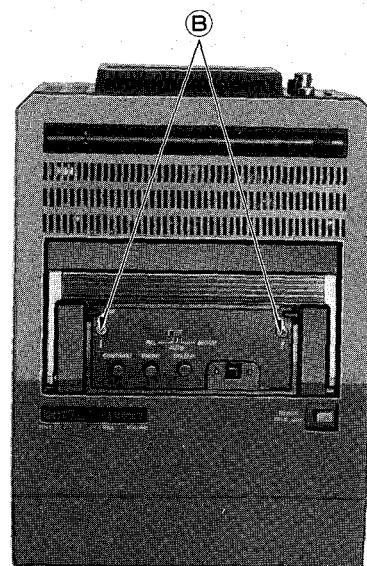

Fig. 2 Abb. 2
1. Remove 2 screws (B) as shown in fig. 2.
1. Die 2 Schrauben (B) entfernen, wie in Abb. 2.